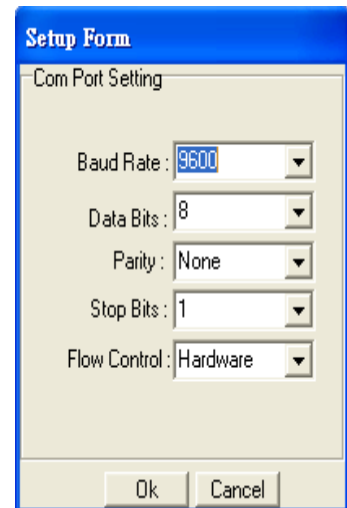

图 3-6
- ✓ 点击 Port setup 激活设置窗口以更新数据（图 3-6）。